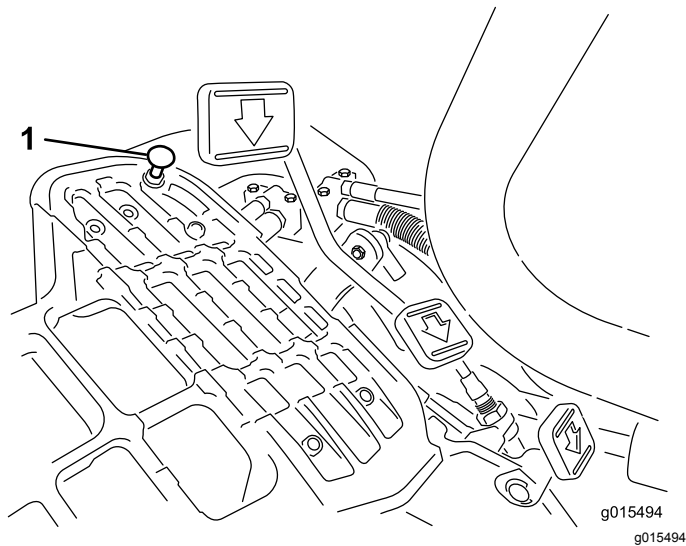

Figure 35
Pour obtenir la vitesse de transport maximale, placez le sélecteur de fonction en position de TRANSPORT et appuyez sur la pédale de déplacement. Si la pédale touche la butée (Figure 35) avant que la tension soit ressentie sur le câble, procédez comme suit :
1. Placez le sélecteur de fonction à la position de TRANSPORT et desserrez le contre-écrou de fixation de la butée au plancher (Figure 35).